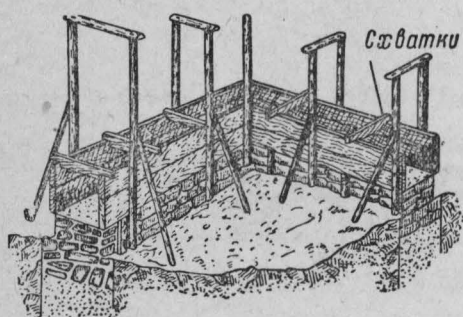

Рис. 14. Устройство оштукатурки.
**Глинобитные стены.** Они устраиваются следующим образом. Сначала устраивается прочный фундамент. Сверху фундамента прокладывается изоляционный слой из толя или бересты для предохранения стены от сырости. Затем устанавливается из естественного камня или кирпича оштровка, показанная на рис. 14. Расстояние между щитками делается таким, чтобы образовалась толщина глинобитной стены в 55—65 см. Когда оштровка будет